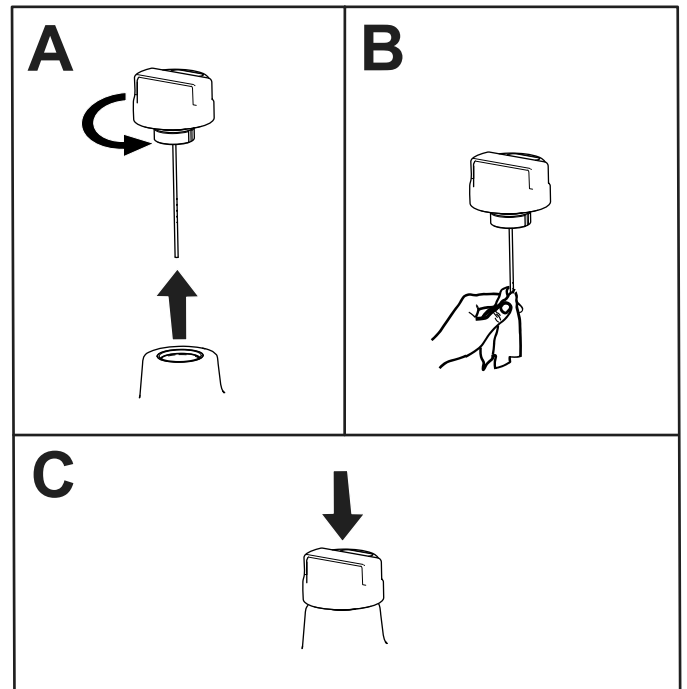

Bild 54
3. Entfernen Sie den Peilstabdeckel aus dem Hydraulikölbehälter und wischen Sie ihn mit einem sauberen Lappen ab (Bild 54).
4. Führen Sie den Peilstabdeckel in den Hydraulikölbehälter ein (Bild 54).